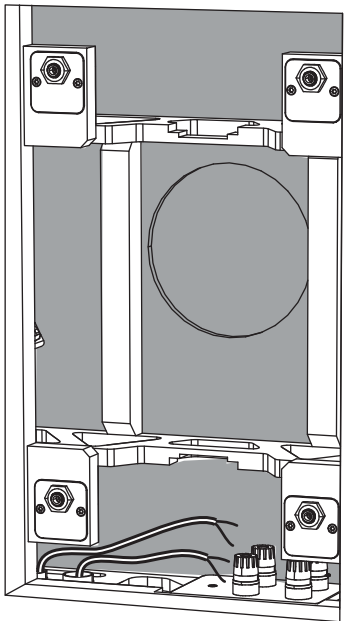

Fig. 7. Muro a secco rimosso dall'apertura
4. Dopo l'installazione del muro a secco, ritagliare con cura il foro nel muro a secco con un attrezzo manuale adatto, usando come guida l'apertura nella parte posteriore del barattolo (Fig. 7). Fare attenzione a non tagliare all'interno dell'apertura posteriore della lattina o tagliare i cavi degli altoparlanti. Assicurati che l'apertura del muro a secco non sia più grande dell'apertura della lattina posteriore. Rimuovere polvere o detriti dall'interno della lattina posteriore.